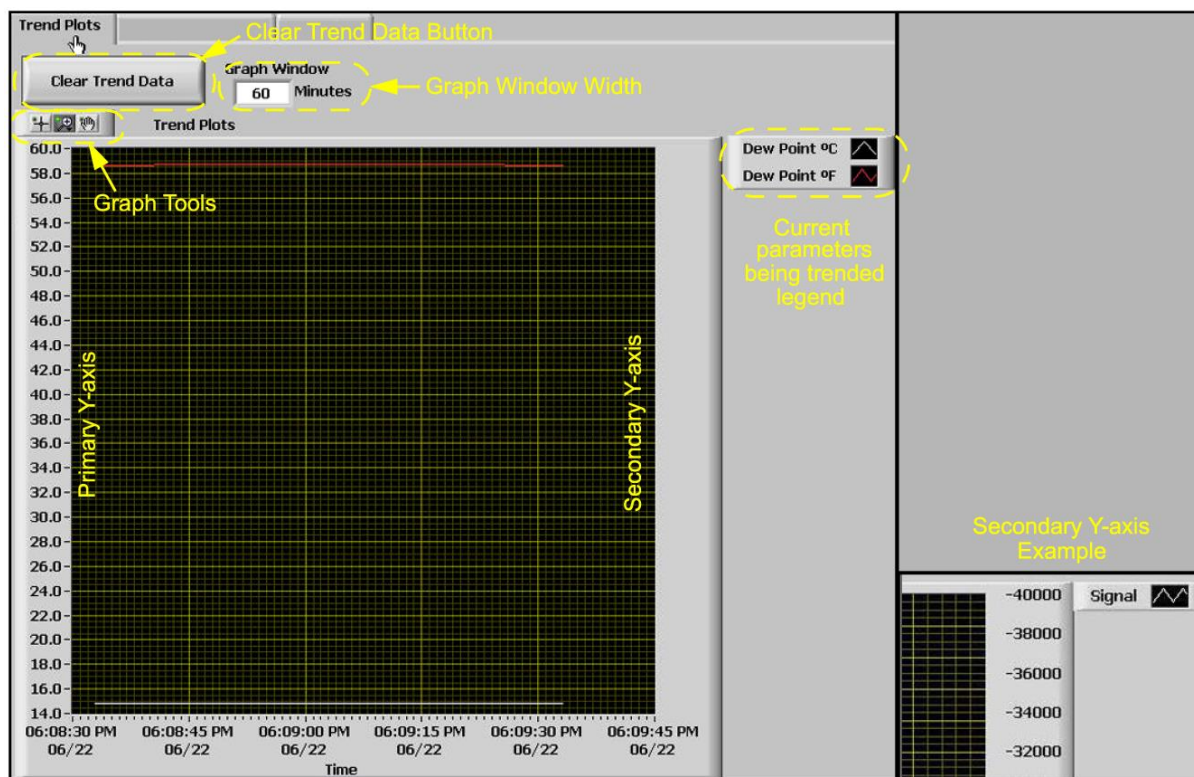

図 42 : Trend Plots の使用
1. Trend Plots は、**AuroraView** における強力なグラフ機能です。本機能により、ユーザーは多くのパラメーターを同時にグラフ化できます（下の図 42 を参照）。